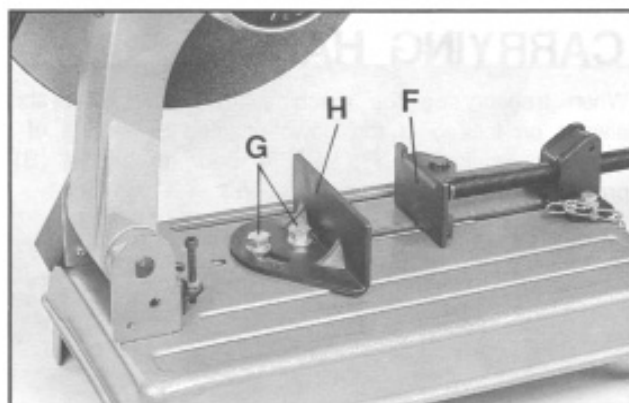

Fig. 12
1. Desserrer les deux boulons (G) FIG.12 et faire pivoter la mâchoire d'étau (H) à l'angle désiré. Resserrer les deux boulons (G) pour bloquer la mâchoire dans sa position. Le mors mobile (F) pivote automatiquement au contact de la pièce à couper lors du serrage de celle ci.